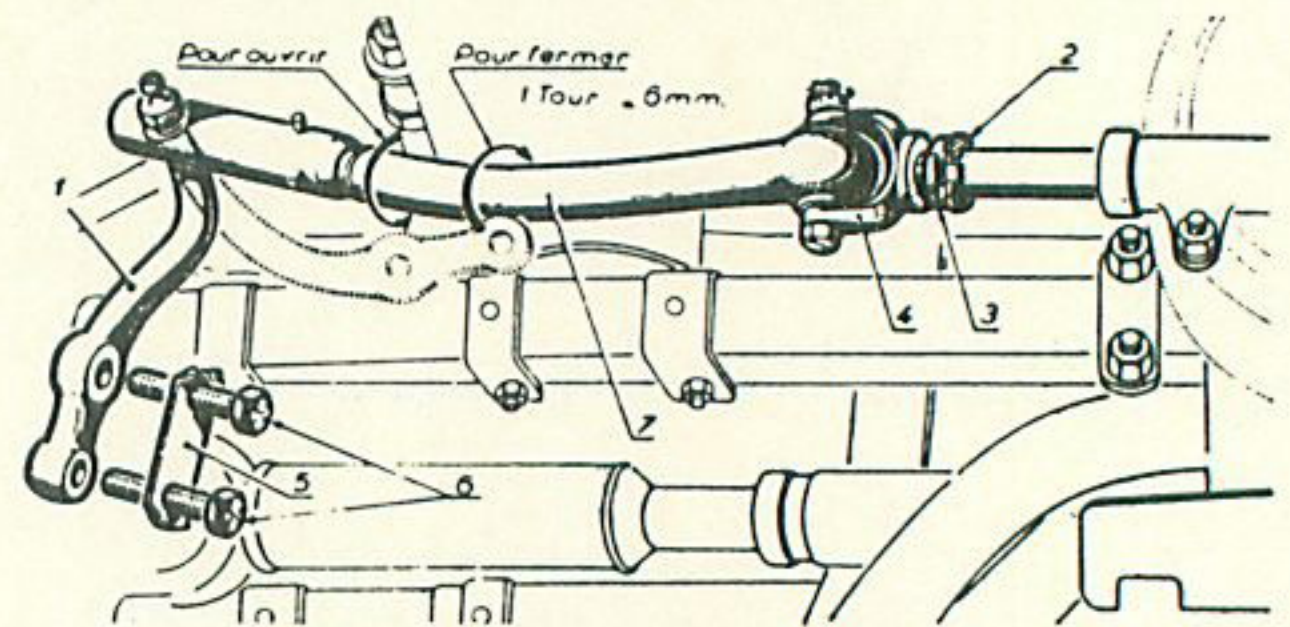

Fig. 51. — Réglage du parallélisme.
- Placer la voiture sur un plan horizontal, les roues avant bien en ligne. Débloquer l'écrou (3) (fig. 51).
- Déposer les deux vis (6) de fixation du levier de direction droit. Dégager le levier et le ramener parallèlement à la bielle de direction (7).
- Pour ouvrir les roues, visser la chape, ramener le levier de direction en position, reposer les deux vis (6) et serrer.
- Le réglage étant terminé, bloquer les deux vis (6) du levier et rabattre les freins des vis (5).
- Bloquer l'écrou (3) de la chape de réglage et le freiner.